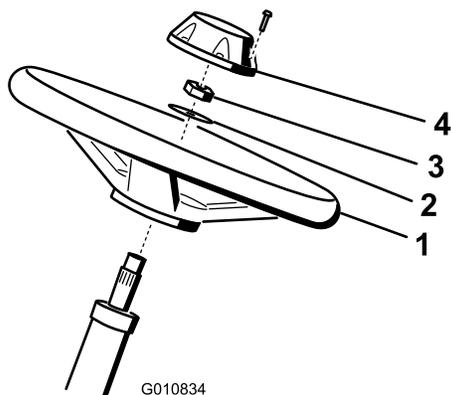

Figura 5
1. Deslice el volante sobre la columna de dirección (Figura 5).
2. Deslice la arandela sobre la columna de dirección (Figura 5).
3. Sujete el volante a la columna con una contratuerca y apriétela a 27–35 N·m (Figura 5).
4. Sujete el embellecedor al volante con 6 pernos (Figura 5).